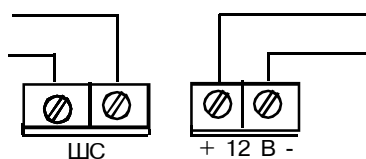

Рис.4
- выполните соединения согласно рис.4;